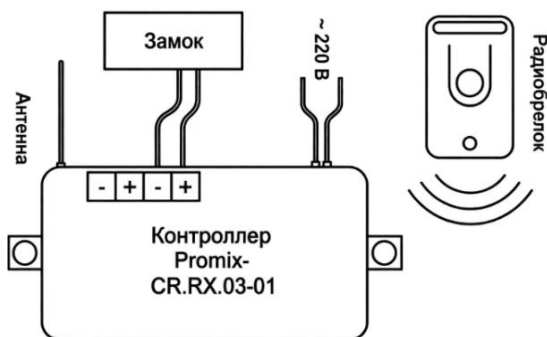

Рис. 32. Схема подключения контроллера
5. Подключить провод замка к контроллеру согласно схеме (см. рис. 32).